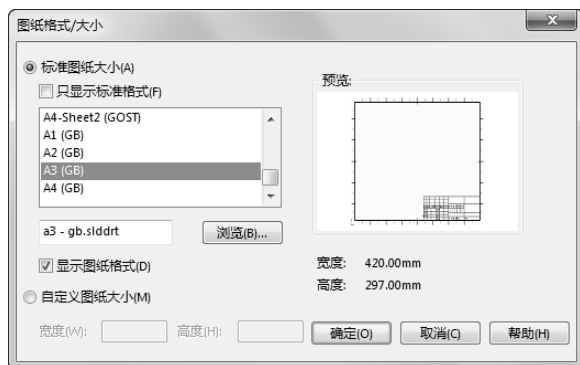

图 12-2 “图纸格式/大小”对话框
- 4) 在弹出的“图纸格式/大小”对话框中，选择图纸格式，如图 12-2 所示。